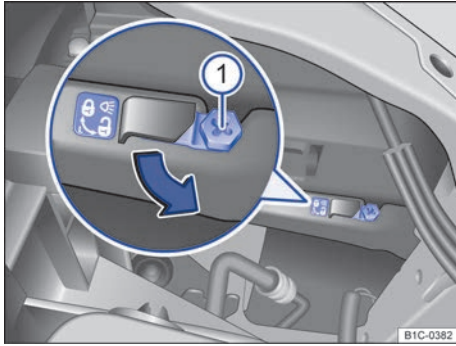

Fig. 145 En el vano motor: palanca de desbloqueo para el fero delantero izquierdo.
3.	Desbloquee la carcasa del fero. Para ello, introduzca el destornillador para tornillos de estrella → pág. 179 en la palanca de desbloqueo → fig. 145 ①.
4.	Gire el destornillador 50° aprox. hacia ⚙️ → fig. 145 (flecha) hasta que suene un “clac” (en el fero izquierdo, en el sentido contrario al de las agujas del reloj; en el fero derecho, en el sentido de las agujas del reloj).